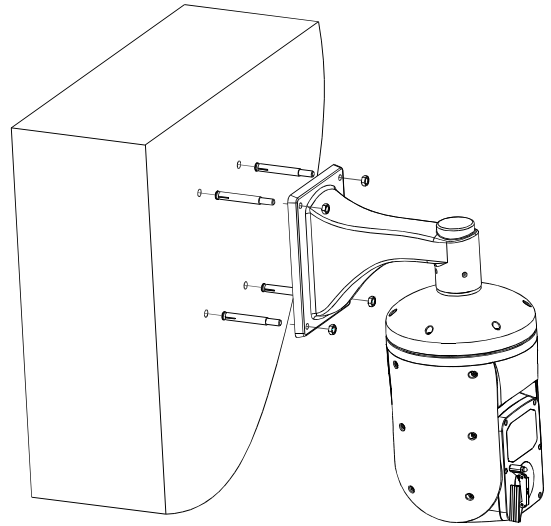

图10-8.1-2
请将图中用序号标出的①处用密封胶涂抹，以防止雨水渗入支架内损害球机(如图10-8.1-3所示)：
①为壁挂支架与墙接触面的四周；